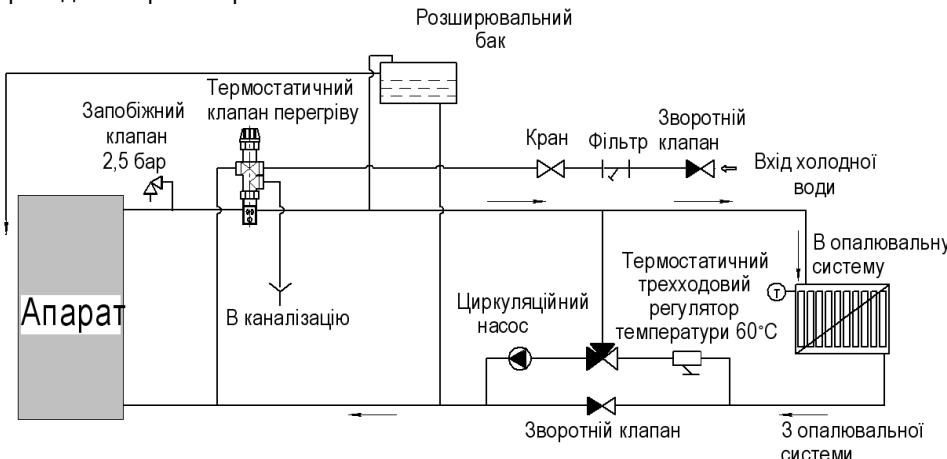
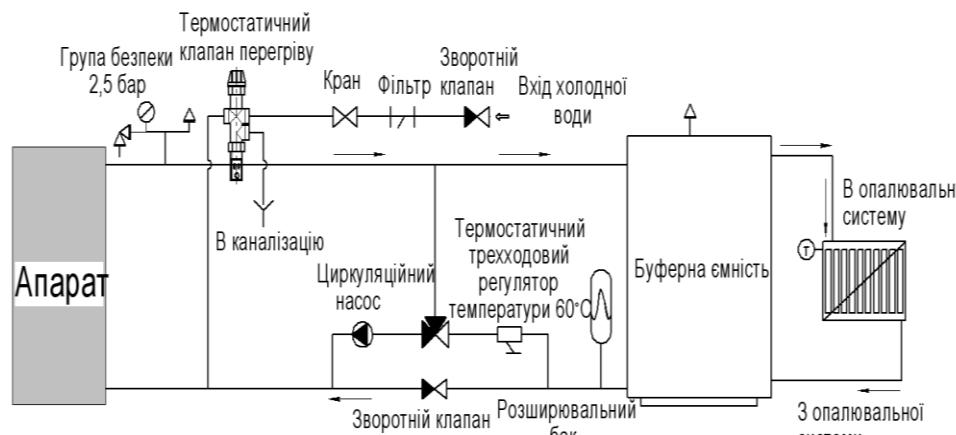

Рис. 5. Рекомендована схема приєднання апарату до відкритої системи опалення
Рис. 6. Рекомендована схема приєднання апарату до закритої системи опалення
УВАГА! При першому розпалі апарату, коли вода в системі не прогріта, можливе природне випадання конденсату в середині апарату. Після прогрівання конденсат зникає. Для зменшення утворення конденсату використовуйте одну із рекомендованих схем підключення апарату до системи опалення (Рис.5 або Рис.6).
2.2.2.2.3 Рекомендовані схеми під'єднання апарату до системи опалення приведені на рис. 5 і рис.6.